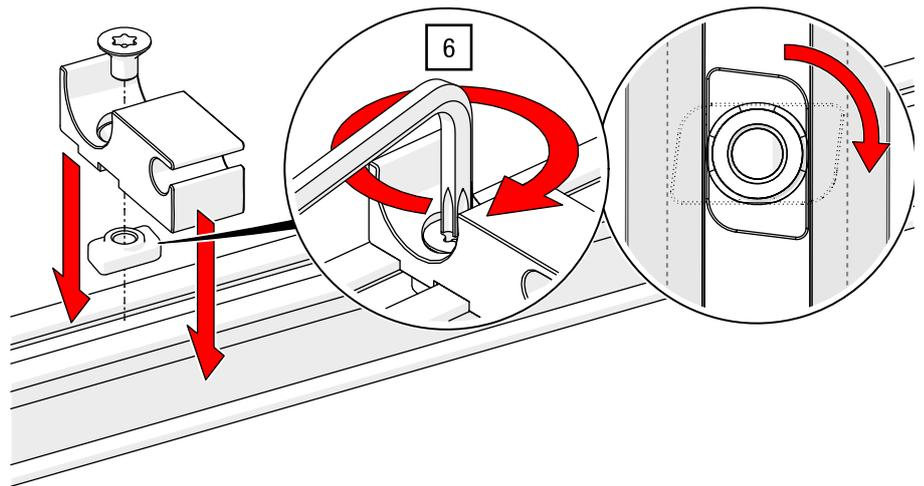

Abb. 91: Obenliegende Seilführung – Seilführung gerade montieren
6. Positionieren Sie jeweils eine der geraden Seilführungen in der Nähe der Abhängungen, verteilen Sie den Rest am verbleibenden geraden Schienenteil (herausstehende Seite an Gegenseite der Seilklemmung) und schrauben Sie diesen mit einem TORX®-Schlüssel T40 und 27 Nm an (siehe Abb. 91).